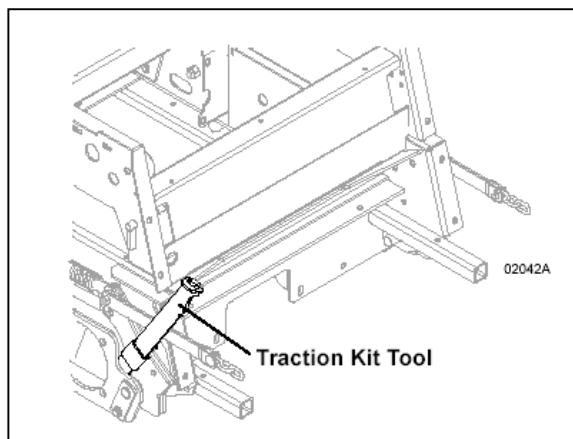

Fig. 10
- Vedr. 700- og 900-serie maskiner, se fig. 10 og følg nedenstående trin:
- Vedr. 700- og 900-serie maskiner udstyret med 3461 PowerFold klipperdæk, se fig. 10 på side 16 og følg nedenstående trin: